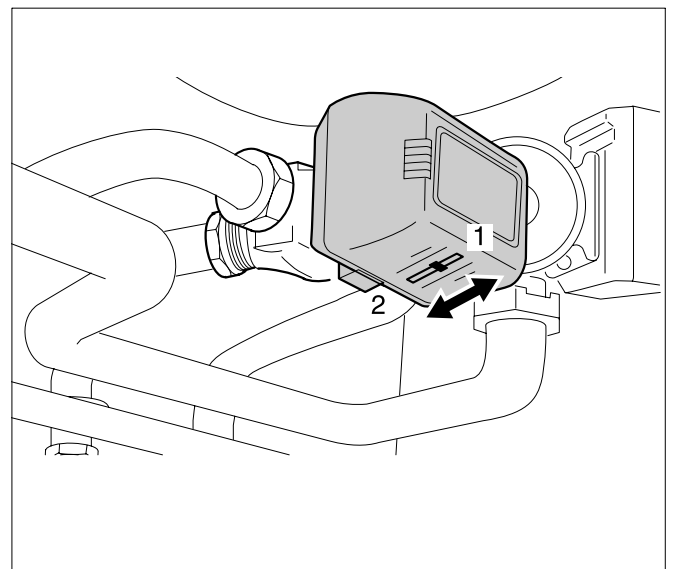

Fig. 62 Verificarea mișcării motorului de acționare a ventilului cu trei căi
- Imediat după ce cazanul de încălzire a fost pus în funcțiune conform diagramei structurale de la paginile 18 și 19, verificați dacă ventilul cu trei căi se rotește în timpul codului de utilizare  de la poziția „Regim de încălzire” la poziția „Regim de preparare a apei calde menajere”. Acest lucru poate fi recunoscut după mișcarea mânerului de reglare (vezi Fig. 62).